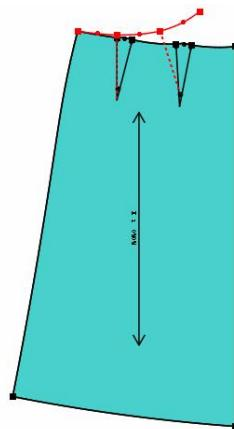

图 3
2. 单击中心线, 如图 3, 就用该工具调整省合并后的腰线, 满意后击右键。